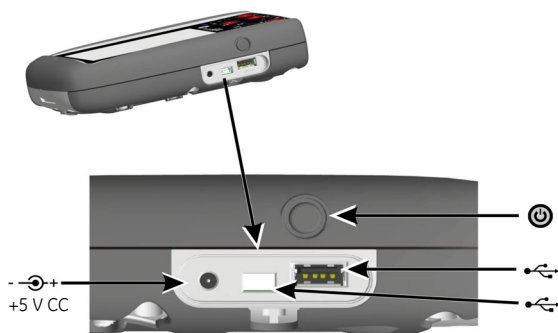

Fig. 2 Vista laterale
1. Collegare l'alimentatore CC/il caricabatteria al collegamento $+5 V_{CC}$ nella parte laterale dell'unità (rif.: fig. 2, vista laterale).
2. La batteria può essere caricata anche tramite i collegamenti USB (rif.: fig. 2, vista laterale).
Premere il tasto di accensione (rif.: fig. 2, vista laterale) fino a quando viene visualizzato il dashboard.